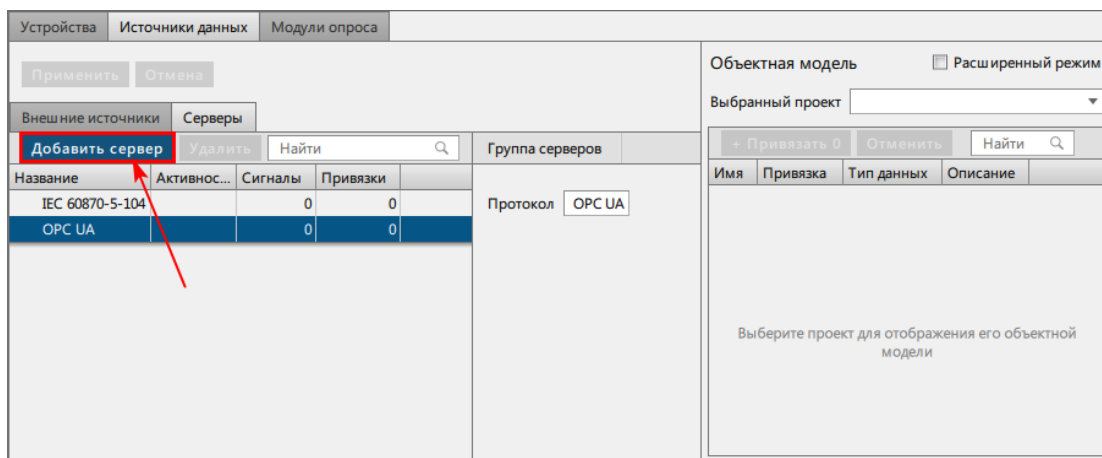

Рисунок 223 - Добавить сервер
1. Выполните добавление источника: **Источники данных** → **Серверы** → **OPC UA** → **Добавить сервер** (Рисунок 223).